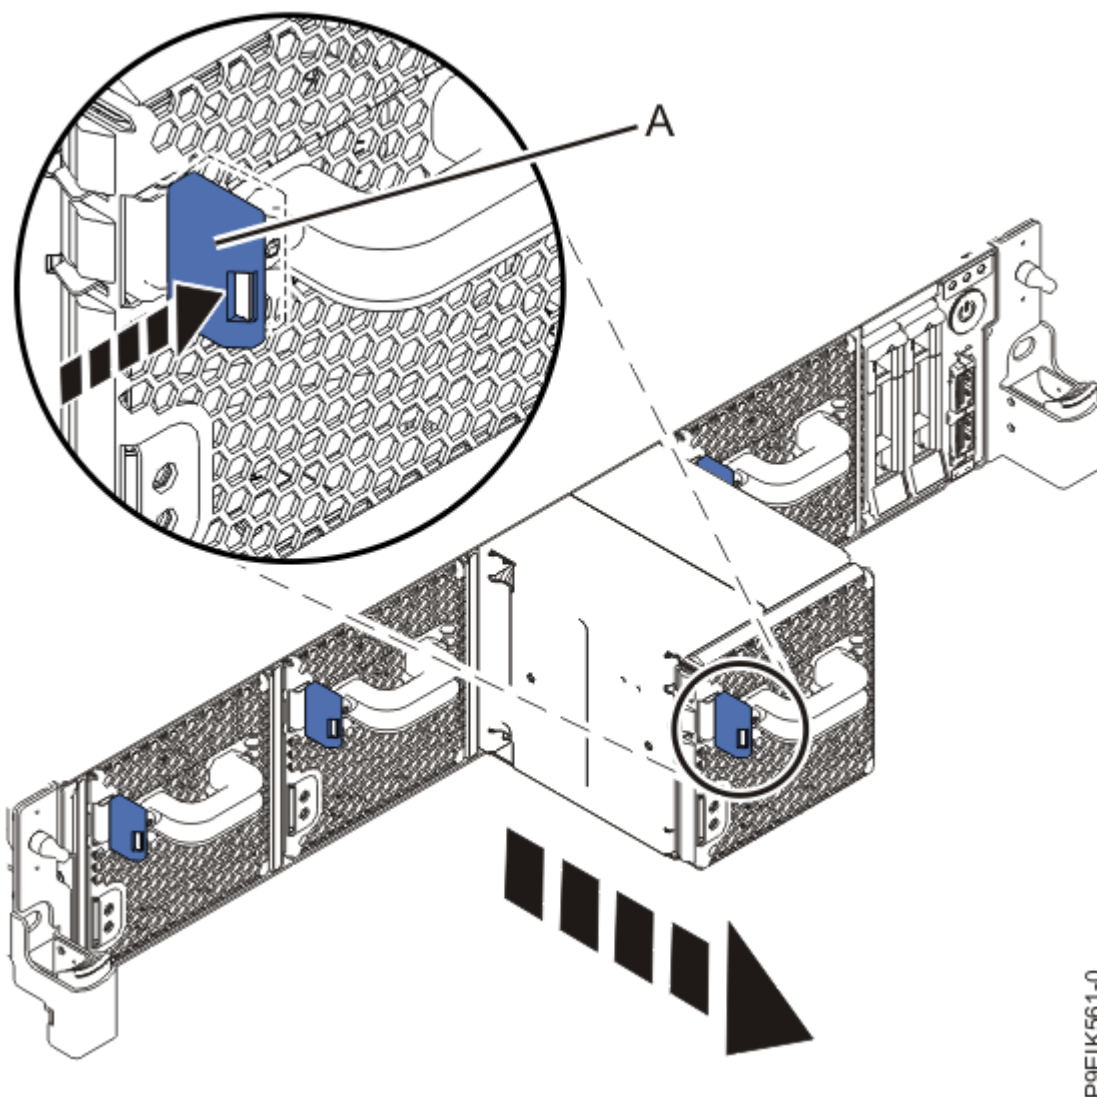

図 19. システムからのファンの取り外し
2. システム内の所定の位置からファンを取り外すには、ロッキング・タブ **(A)** を押します (28 ページの図 19 を参照)。